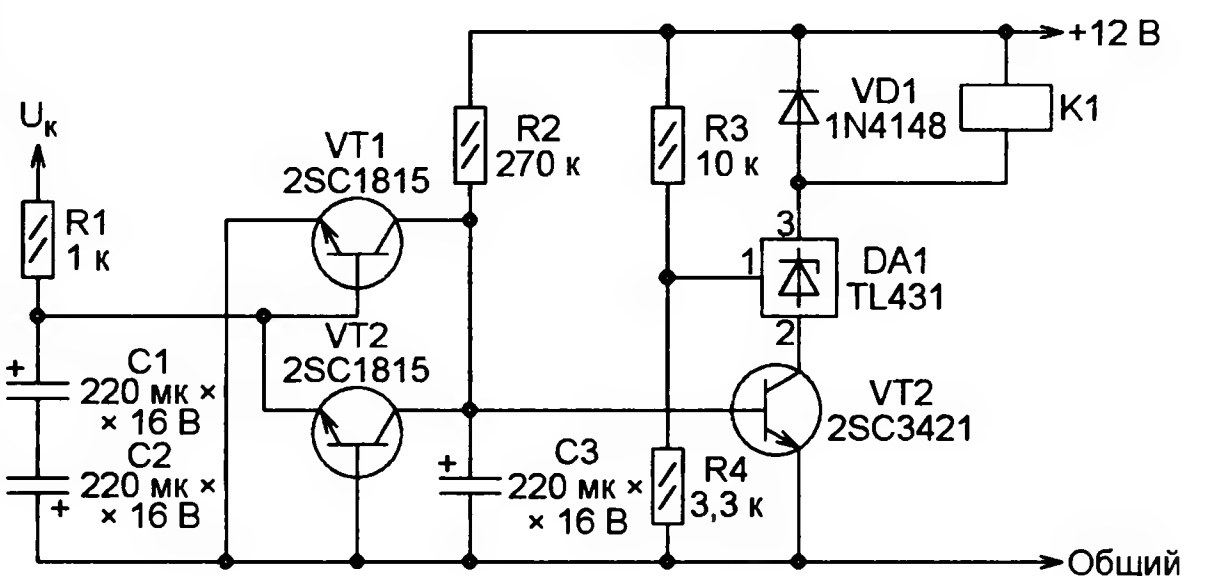

Рис. 6
**Обнаружитель постоянной составляющей напряжения (рис. 6 <<http://lh6.googleusercontent.com/-KPTCLud4IOc/R6H1004RgHI/AAAAAAAAAgM/v8qjgdEdgWM/s800/e12modoki.jpg>>).** Переменную составляющую контролируемого напряжения  $U_k$ , снимаемого, например, с выхода УМЗЧ, подавляет фильтр R1C1C2. Конденсаторы C1 и C2 в нём можно заменить одним неполярным конденсатором ёмкостью 100 мкФ. Пока постоянная составляющая напряжения  $U_k$  близка к нулю, транзисторы VT1, VT2 закрыты, а транзистор VT3 открыт. Через обмотку реле K1 течёт ток. Не показанные на схеме контакты сработавшего реле удерживают защищаемое устройство в рабочем состоянии.